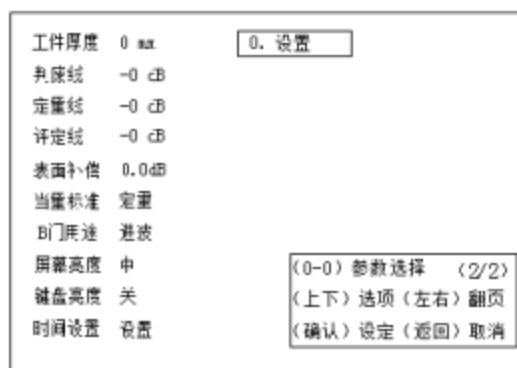

图 2-23
2.2.7.20 时间设置选择：按  键，设置反显，如图 2-23 所示